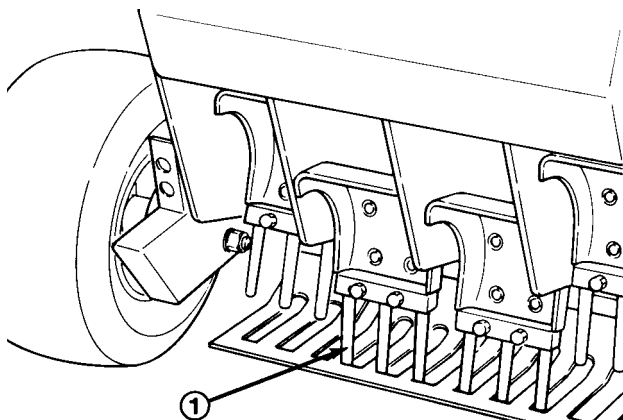

Figure 10
5. Serrer les écrous de montage à 100-110 ft/lb (Fig. 10).